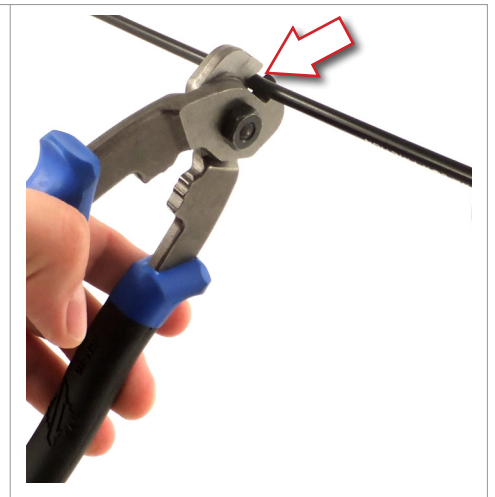

Fig.12
- Verificate la lunghezza della guaina e, se necessario, accorciate. Assicuratevi di tagliarla in modo netto senza alterarne la struttura e, quindi, senza danneggiare il cavo in alcun modo (Fig.12).